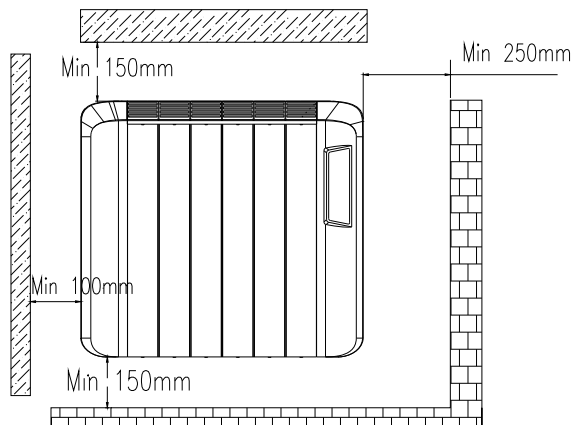

Figura 2
- 1) Cuando monte el aparato en la pared, debería disponerse de las distancias mínimas especificadas en la figura 2.